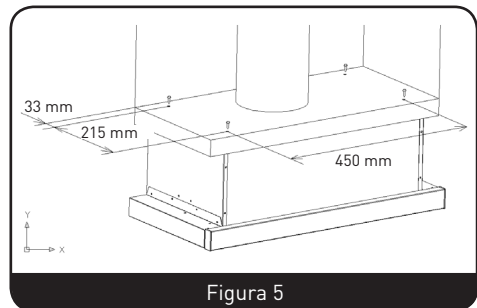

Figura 5
2. Instale la campana extractora fijándola a la parte inferior del módulo en cuestión utilizando los 4 tornillos suministrados. (Figura 5)